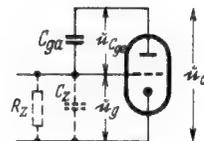

Bild 14. Erhöhung der Eingangskapazität durch die Rückwirkung über die Gitter/Anoden-Kapazität
F. Die scheinbare Erhöhung der Röhreingangskapazität (Bild 14)
Bild 14 a. Phasenlage der Spannungen im Resonanzfall (zu Bild 14)